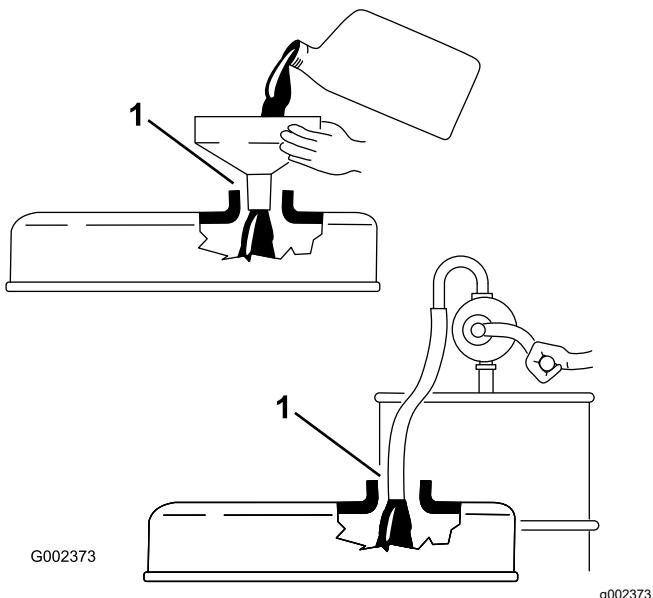

Figure 16
**Important:** Lorsque vous faites l'appoint ou le plein d'huile moteur, maintenez un espace entre le dispositif de remplissage et l'orifice de remplissage d'huile dans le couvre-culasse, comme montré à la Figure 16. Cet espace est nécessaire pour assurer l'aération pendant le remplissage et empêcher l'huile de déborder dans le reniflard.